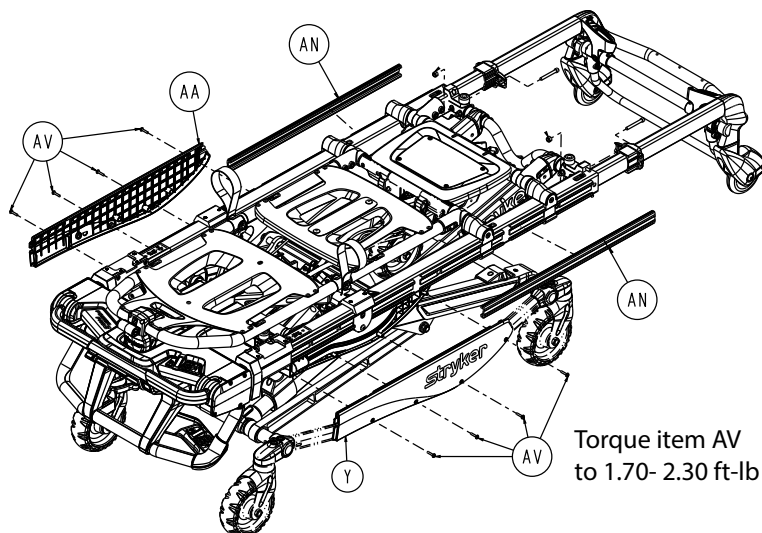

Figure 47 – Retirer les vis et le couvercle du bloc coulissant
4. À l'aide d'une clé Torx T25, retirer les quatre vis de taraudage à tête ronde à embase (AV) et le couvercle du bloc coulissant (Y ou AA) du côté où la barrière est remplacée (Figure 47). Conserver les vis et le couvercle du bloc coulissant.
5. À l'aide d'un tournevis à fente, retirer la butée du rail externe (AN) (Figure 47). Conserver la butée du rail externe.